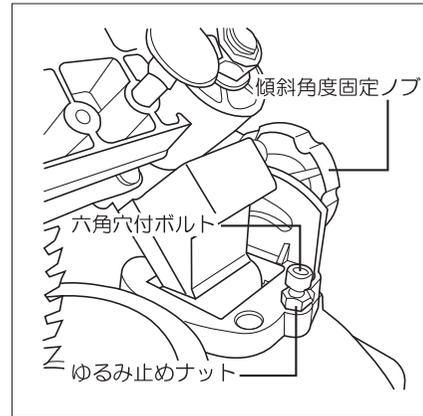

図20
- ①アーム後部の傾斜角度固定ノブをゆるめて、本機を左方向に傾けてください。(図20参照)
- ②アームブラケット右側の直角位置調整六角穴付ボルトのゆるみ止めナットをゆるめます。(図20参照)